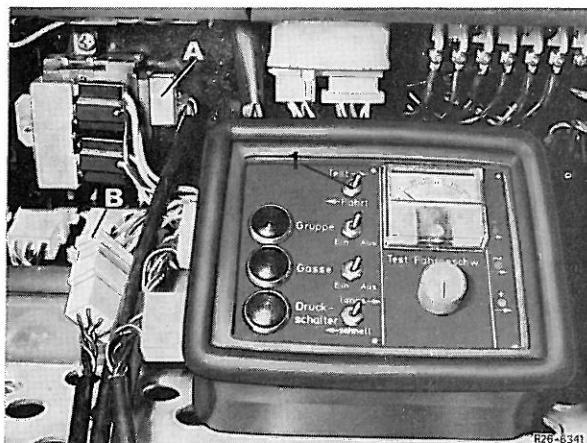

Bild 12
1 Prüfgerät an den elektronischen Drehzahlmesser (A) und die Steckverbindung (B) am Kabelsatz anschließen. Kippschalter (1) am Prüfgerät auf Test schalten (Bild 12).